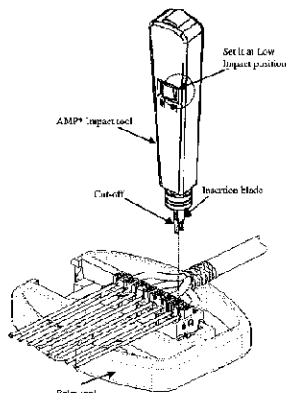

Abbildung 4 / Figure 4
5. Randsteckverbinder in die Haltermatrix (Teile Nummer 569949-1) einsetzen (siehe Abbildung 4).
5. Insert the edge connector into palm tool (Part Number 569949-1) as shown in figure 4.
7. Adern mit Originalwerkzeug (Teile Nummer 346859-1 Standard Tool oder 1375309-1 Long Life Tool) terminieren (Werkzeug in "LO"-Einstellung, siehe Abbildung 4).
9. Deckel des Randsteckverbinders schließen (siehe Abbildung 4).
7. Terminate the wires with Tyco Electronics tool PN 346859-1 (standard) or 1375309-1 (long life) only. Ensure, that the tool is set for "LO" impact force (figure 4).